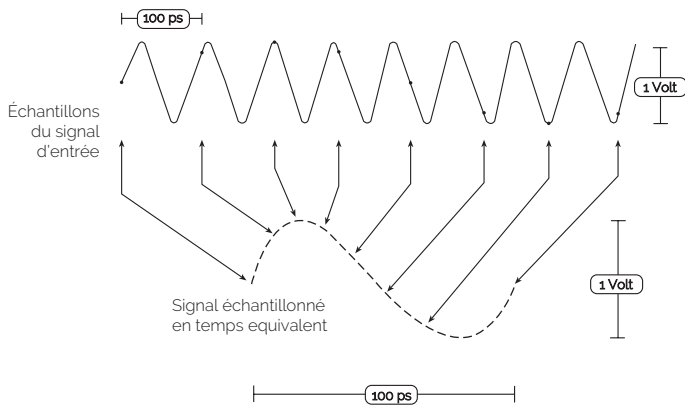

**Figure 24.** Le mode de détection de crête permet à l'oscilloscope de capturer des anomalies ponctuelles et transitoires.
- **Mode détection de crête :** L'oscilloscope enregistre les points d'échantillonnage de valeur minimale et maximale pris pendant deux intervalles de forme d'onde et utilise ces échantillons comme les deux points de forme d'onde correspondants. Les oscilloscopes numériques dotés du mode de détection de crête exécutent le CAN à une fréquence d'échantillonnage rapide, même avec des réglages de base de temps très lents (les réglages de base de temps lents se traduisent par de longs intervalles de forme d'onde) et sont capables de capturer les changements rapides du signal qui se produiraient entre les points de forme d'onde en mode d'échantillonnage, comme le montre la Figure 23. Le mode de détection de crête est particulièrement utile pour voir des impulsions étroites très espacées dans le temps, comme le montre la Figure 24.